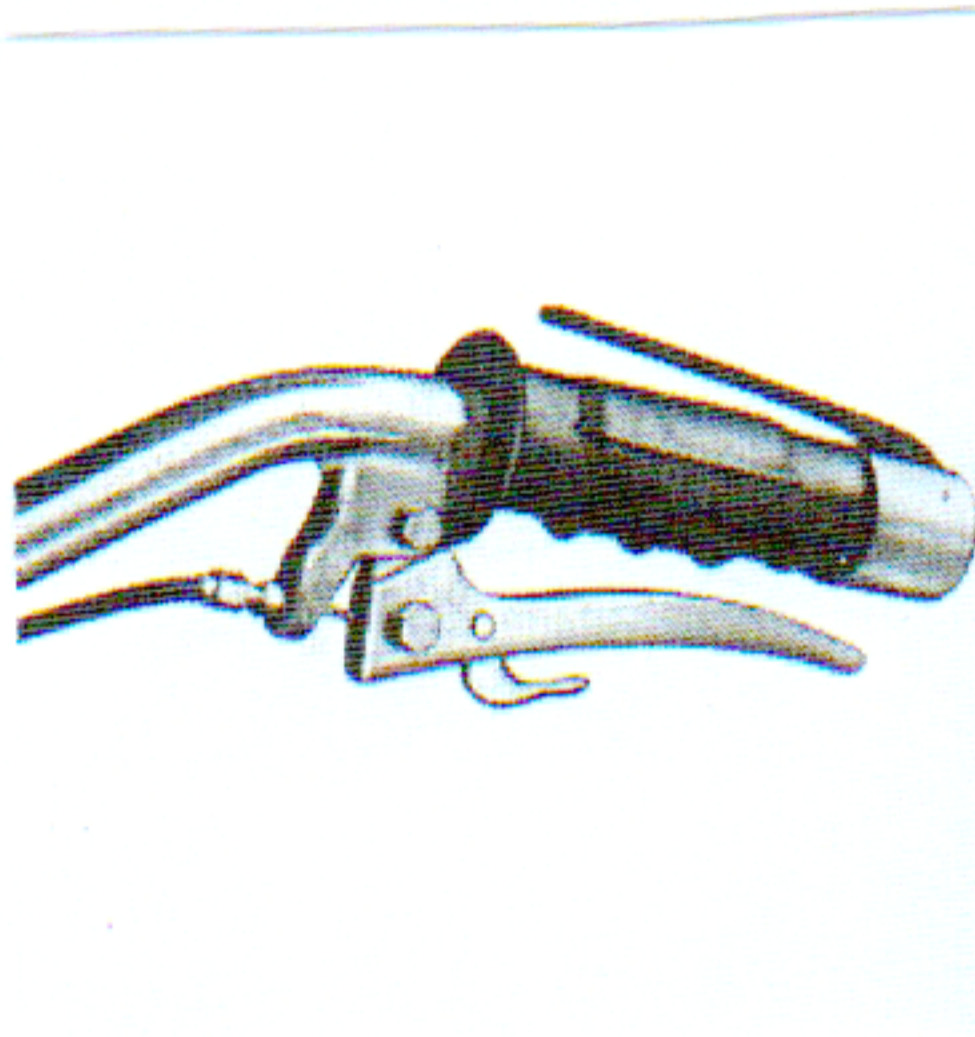

Fig.2
-trageti maneta de ambreiaj si blocati-o .Blocati impreuna cu aceasta si maneta motorstop(fig.2).Deschideti robinetul de combustibil,pozitionati maneta de acceleratie in pozitie de mijloc,aduceti pistonul motorului in faza de compresie cu ajutorul sforii si apoi trageti energic de manerul sforii.,dupa care o ghidati cu mana in pozitie orizontala.Urmariti si recomandarile din instructiunile de folosire ale motorului(atasate prezentei)